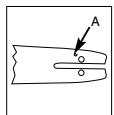

Fig. 3A
Damit die Schiene und die Kette mit Öl versorgt werden, VERWENDEN SIE NUR DIE ORIGINALSCHIENE mit Oldurclass (A), siehe oben (Abb. 3A).